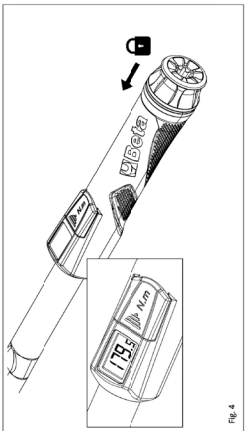

Fig. 4
- Raggiunto il valore di coppia desiderato, attendere 5 secondi prima di bloccare il sistema pull/push (fig. 4).
- When the required torque value is reached, wait 5 seconds before locking the pull/push system (fig. 4).